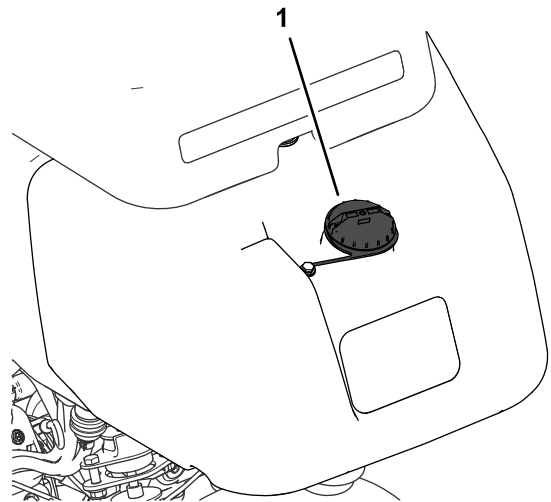

Figura 23
1. Pulite attorno al tappo del serbatoio del carburante e rimuovetelo (**Figura 23**).